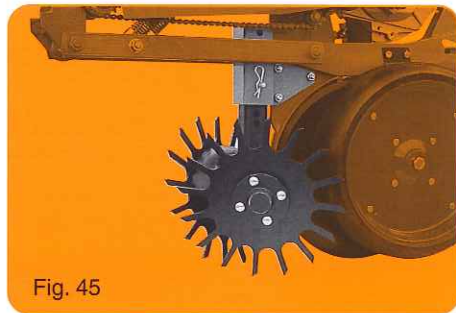

Fig. 45
- Chasse débris rotatif (fig. 45).
- Trash wheel (fig. 45).
- Quitaterros rotativo (fig. 45).